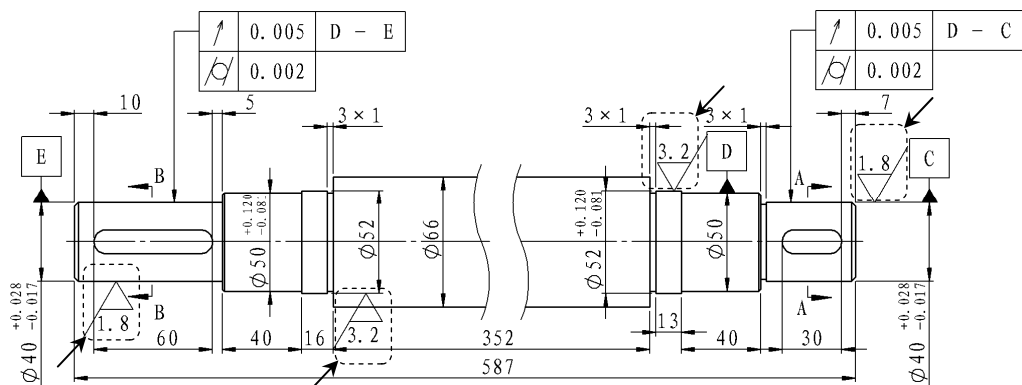

图 6.15.25 创建表面粗糙度符号
(5) 单击“表面粗糙度”对话框中的“完成”按钮 **√**，完成表面粗糙度的标注，如图 6.15.25 所示。
Step2. 创建其他粗糙度符号。参照上面的步骤，创建图 6.15.25 所示的三个粗糙度符号。